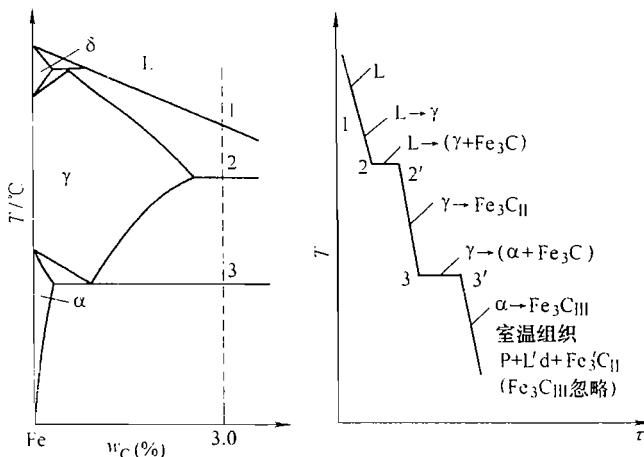

图 37-3 第四题第 3 小题解答图
3. 冷却曲线如图 37-3 所示。
含碳量为 3.0% 的亚共晶白口铁的结晶过程中，与相图上各条曲线从上往下依次交于 1、2、3 点（见图 37-3）。在 1—2 点之间按匀晶转变结晶出初晶（或先共晶）奥氏体，奥氏体的成分沿 JE 线变化，而液相的成分沿 ABC 线变化。当温度降至 2 点时，液相成分到达共晶点 C，于恒温（1148℃）下发生共晶转变，即  $L_C \xrightarrow{1148^\circ C} Ld (\gamma_E + Fe_3C_F)$ ，形成莱氏体。当温度冷却到 2—3 点温度区间时，从初晶奥氏体和共晶奥氏体中析出二次渗碳体。随着二次渗碳体的析出，奥氏体的成分沿着 ES 线不断降低，当温度到达 3 点（727℃）时，奥氏体的成分也到达了 S 点，于恒温下发生共析转变，即  $\gamma_S \xrightarrow{727^\circ C} P (\alpha_P + Fe_3C_K)$ ，所有的奥氏体都转变为珠光体。所以最终的组织为：P + Fe3C|| + L'do。（Fe3CIII忽略）